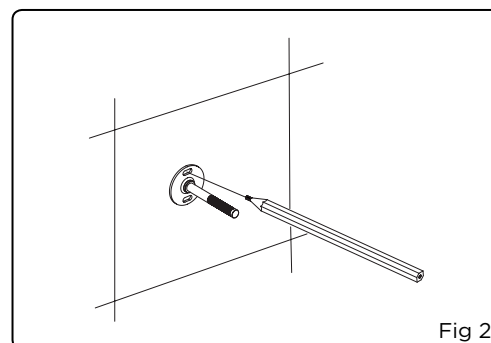

Fig 2
2. Locate where you want to install the slide bar. Use the top post as a template and mark locations on shower wall using pencil (Fig 2).
2. Déterminer l'endroit où sera installée la barre coulissante. Utiliser la fixation pour vous guider et marquer l'emplacement sur le mur de la douche avec un crayon à mine (fig. 2).
2. Determine dónde quiere instalar la barra. Use el montante como patrón y marque con lápiz sobre la pared el lugar donde desea instalarla. (fig. 2).